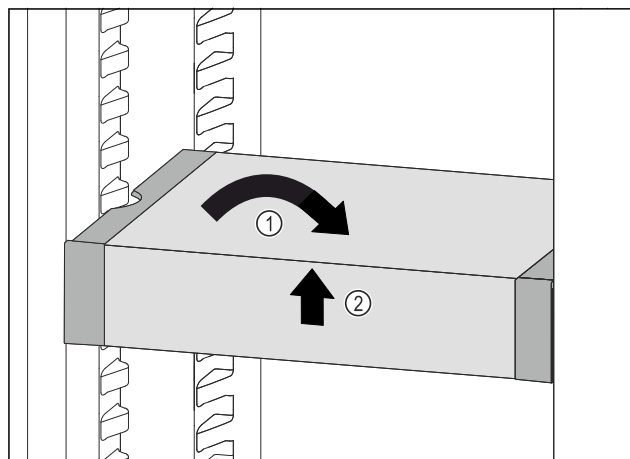

Fig. 96
- Állítsa egyenesbe a VarioSafe fiókot. Fig. 96 (1)
- Elöl emelje meg a VarioSafe fiókot. Fig. 96 (2)